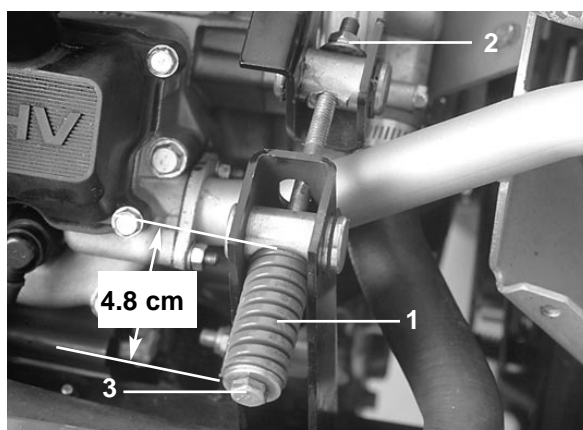
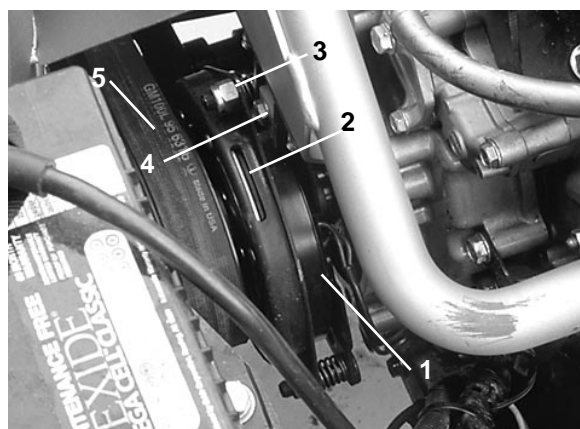

Figure 26
Figure 27
3. Lors de l'entretien de l'élément en mousse, vérifier l'état de l'élément en papier (Fig. 26). Nettoyer celui-ci en le tapant légèrement pour éliminer la poussière. Changer l'élément tous les ans ou toutes les 200 heures de service.
2. Desserrer l'écrou de blocage de la tige de tension (Fig. 26).
3. Desserrer complètement le ressort de tension de la courroie (Fig. 26).
4. Tourner la poulie de la prise de force vers le moteur et déposer la courroie (Fig. 27).
5. Installer la courroie neuve et retendre le ressort de la poulie à 4,8 cm (Fig. 26).
6. Serrer l'écrou de blocage (Fig. 27) et fermer le capot.
2. Enlever le boulon et l'écrou de fixation du bloc en nylon et déposer le bloc (Fig. 27).
4. Régler l'entrefer de manière à pouvoir glisser une jauge d'épaisseur de 0,4 mm entre la garniture de l'embrayage et la plaque de friction avec une légère pression (Fig. 27). Il est possible de réduire l'entrefer en tournant l'écrou dans le sens des aiguilles d'une montre (Fig. 26).